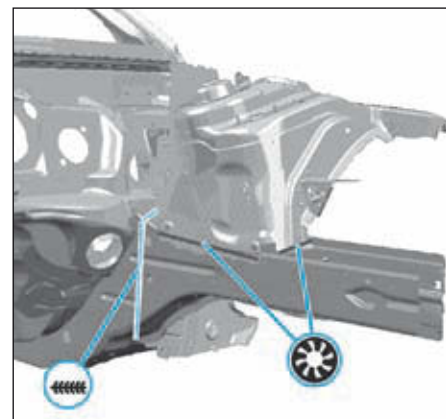
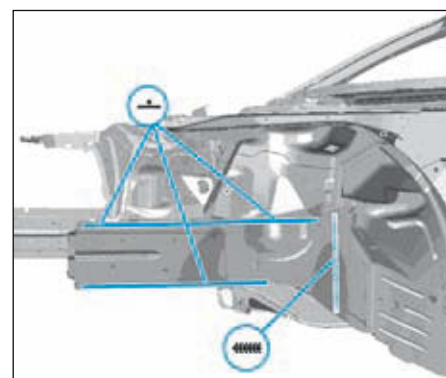

FIG.6
FIG.7
- l'élément neuf (Fig.6) et (Fig.7),